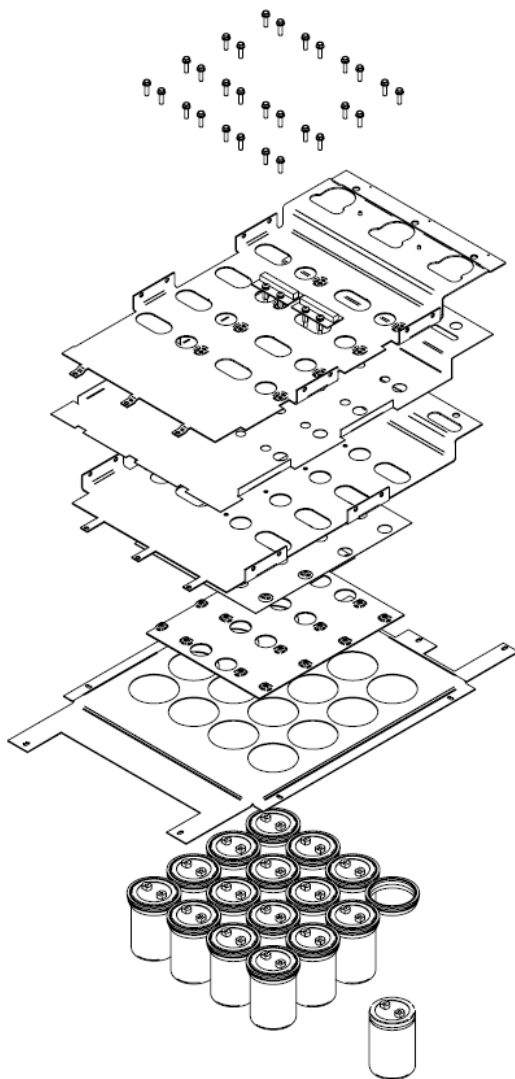

Figura 7.14.Extracción de un condensador.
Consultar la *figura 7.14* mientras se siguen estas instrucciones:
- 2) Colocar el Bus intermedio como se muestra en la *figura 7.14*.
- 5) Colocar el Bus (-) como se muestra en la *figura 7.14*.
- 8) Colocar el Bus (+) como se muestra en la figura 7.14.